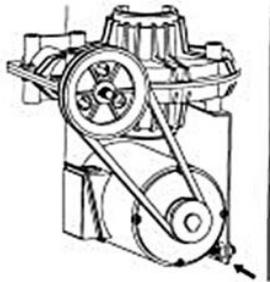

Abb. 1A
- Die Spannung des Keilriemens alle 6 Monate prüfen (Abb. 1A).